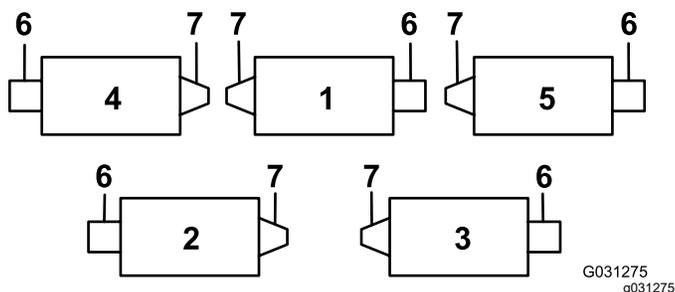

**Рисунок 11**
**Примечание:** Головку болта следует расположить в направлении наружной стороны выступа, как показано на Рисунок 11.
Е. Присоедините кронштейн штока к выступам режущих блоков с помощью каретных болтов и гаек (Рисунок 11). При установке кронштейна штока установите левую направляющую шланга на передние выступы режущего блока (Рисунок 13).